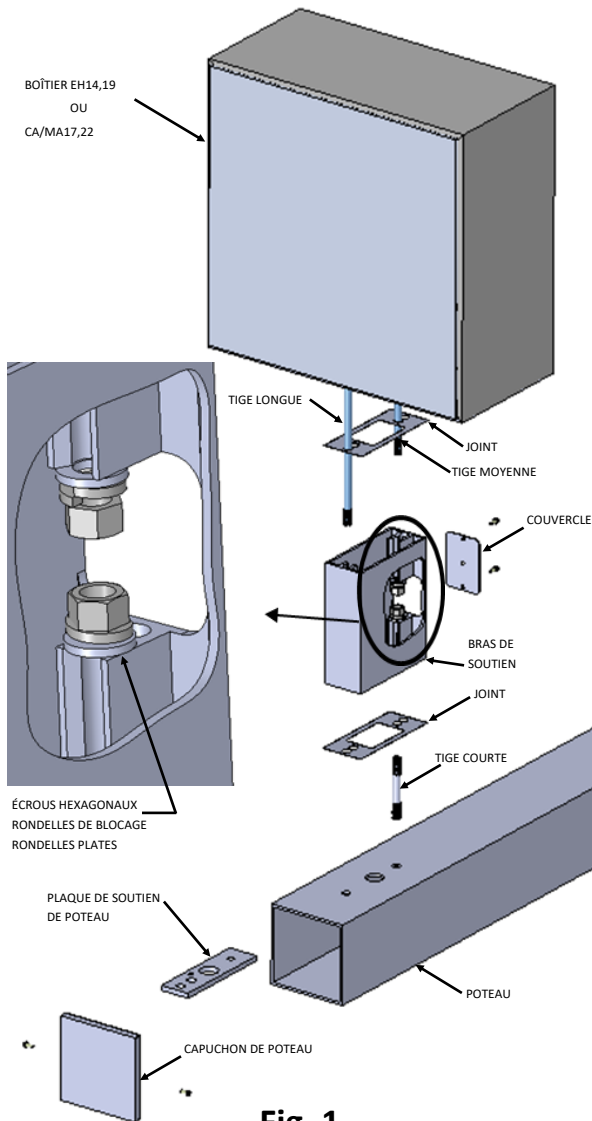
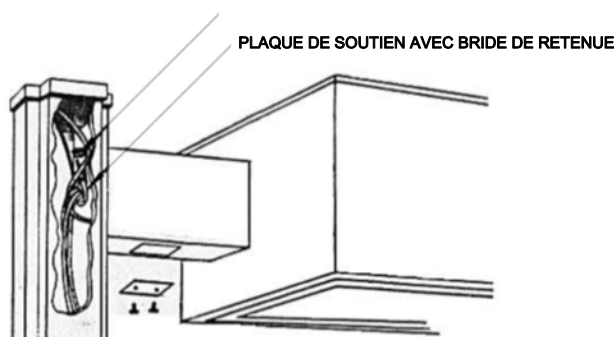

Fig. 1
Fig. 2
5. Placez le plateau de soutien sur trois trous près du dessus du poteau avec un trou taraudé au bas. (Voir Fig. 1)
6. Vissez la tige d'attache courte dans un trou taraudé inférieur dans le plateau de soutien du poteau. (Voir Fig. 1)
7. Glissez le joint d'étanchéité et le bras de soutien sur la tige de fixation du poteau et fixez avec une rondelle de blocage et un écrou hexagonal à l'aide d'une clé à fourche ouverte dans le trou de la main du bras. (Voir Fig. 2)
8. Vissez les tiges d'attache moyennes et longues dans l'extrémité du luminaire. (Voir Fig. 1) Placez le joint d'étanchéité sur les tiges et les fils des luminaires. Guidez les tiges à travers les rails appropriés dans le bras en aluminium extrudé et tirez les fils du luminaire dans le bras et dans le trou central du poteau. Glissez la longue tige à nouer dans le trou de dégagement du poteau et du plateau de soutien et fixez-la avec un écrou hexagonal et une rondelle de blocage. Fixez la tige d'attache moyenne au bras de support avec un écrou hexagonal, une rondelle de blocage à l'aide d'une clé ouverte à travers le trou de la main. (Voir Fig. 2)